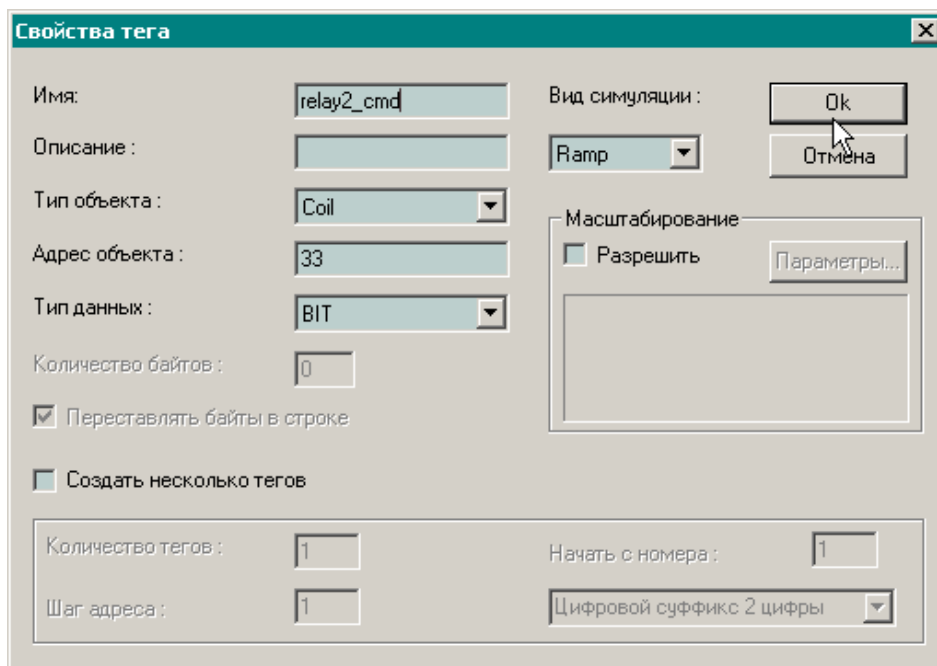

Рис. 76. Диалоговая панель Свойства тега при создании тега для передачи команды управления вторым каналом модуля дискретного вывода
7. Для добавления тега *relay2_cmd*, который будет использоваться для передачи команды управления вторым каналом модуля дискретного вывода, нажмите кнопку  или выполните команду меню **Добавить–Новый тег**, в появившейся диалоговой панели **Свойства тега** введите параметры тега, как показано на рис. 76, и нажмите кнопку **Ok**. Обратите внимание, что в поле **Тип объекта** выбрана опция *Coil*, значение в поле **Адрес** соответствует адресу выходного битового поля в **Панели свойств Fastwel** в окне ресурса **PLC Configuration** среды CoDeSys, а поле **Тип данных** содержит опцию *BIT*.